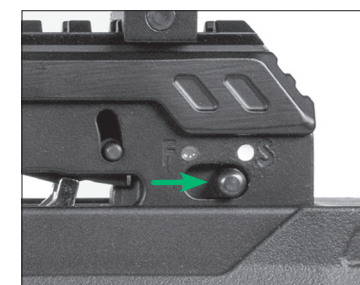

FIGURE 19
Pour enclencher manuellement la sûreté, faites glisser le cran de sûreté (partie 20) vers l'arrière jusqu'à ce que vous entendiez et sentiez le clic du cran de sûreté. Confirmez que le cran de sûreté est passé de la position (F) (DÉGAGÉE), au niveau du point rouge, à la position (S) (ENCLENCHÉE), au niveau du point blanc, comme illustré à la figure 19.